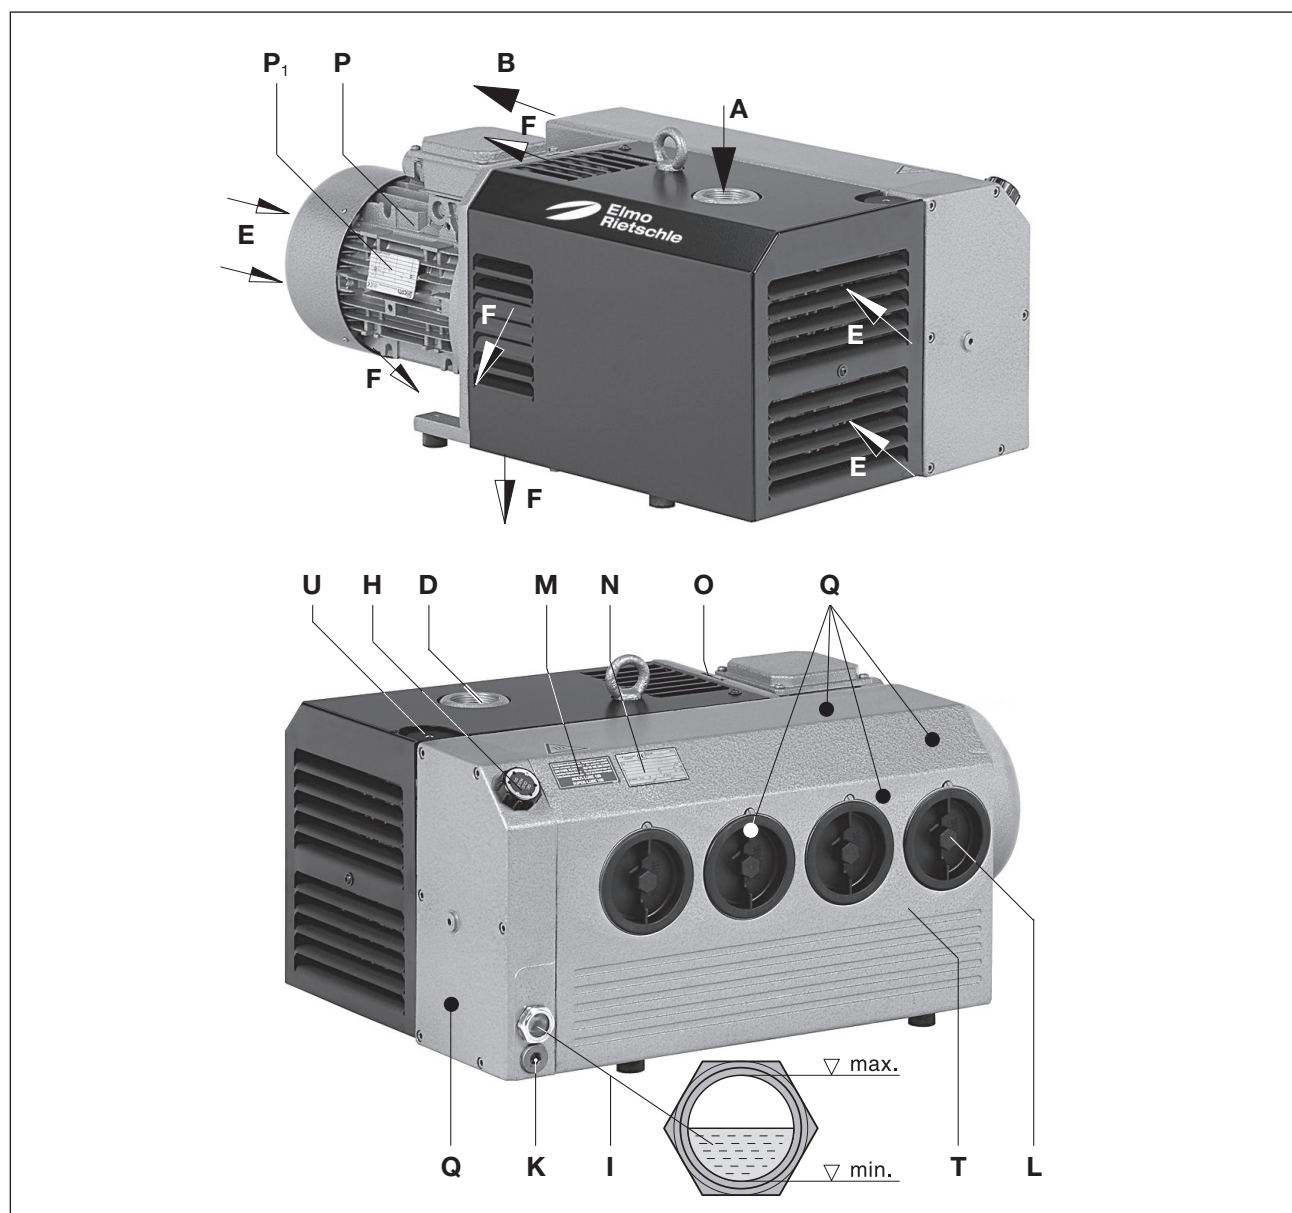

Fig. 2 Bomba de vácuo V-VC 40 - V-VC 150
Uma válvula de lastro de gás de série (Fig. 2/U) evita com a bomba em temperatura operacional a condensação de vapor de água dentro da bomba na aspiração de poucos volumes de vapor. Para uma geração aumentada de vapor de água pode ser previsto um lastro de gás reforçado.
Flange de aspiração (Fig. 2/D), ponto de enchimento de óleo (Fig. 2/H), visor de nível de óleo (Fig. 2/I), escoamento de óleo (Fig. 2/K), lastro de gás (Fig. 2/U) e carcaça do separador de óleo (Fig. 2/T) devem ser de fácil acesso.
As entradas de ar de refrigeração (Fig. 2/E) e as saídas de ar de refrigeração (Fig. 2/F) devem ter uma distância mínima de 30 cm para as paredes vizinhas. Ar de refrigeração saindo não pode ser novamente aspirado. Para trabalhos de manutenção deve ser prevista em volta da máquina uma distância mín. de 40 cm.
O fechamento ou estreitamento da abertura de evacuação do ar (Fig. 2/B) pode levar a ferimentos graves ou mortais!
- a) A conexão de vácuo (Fig. 2/A) se encontra sobre o flange de aspiração (Fig. 2/D).
- b) O ar aspirado pode ser soprado livremente para fora através da abertura de ar de saída (Fig. 2/B) ou enviado através de tubulação flexível e/ou tubulação.
- a) O óleo de lubrificação (tipos adequados vide Capítulo „Manutenção“) deve ser completado no ponto de enchimento de óleo (Fig. 2/H) até o canto superior do visor de nível (Fig. 2/I).
- a) Os dados do motor eléctrico constam na Placa de Dados (Fig. 2/N) e/ou na Placa de Dados do motor (Fig. 2/P₁). Os motores estão em concordância com a DIN EN 60034 e são executados em sua classe de protecção IP 55 e a classe de isolamento F. O respectivo esquema de conexão encontra-se na caixa de conexão do motor (suspensão na versão com conexão de ficha). Os dados do motor devem ser comparados com os dados da rede eléctrica existente (tipo de corrente, tensão, frequência de rede, força de corrente permitida).
Em estado operacionalmente quente as temperaturas de superfície nos componentes (Fig. 2/Q) podem estar acima de 70 °C.